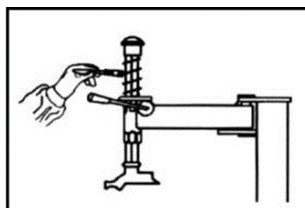

Fig. 7
- * Garder le bras vertical à section hexagonale propre. Lubrifier périodiquement. (Fig 7)